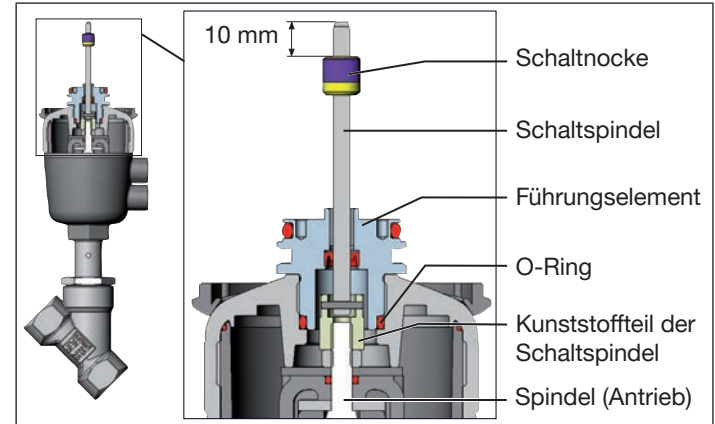

Bild 11: Montage der Schaltspindel (2), Reihe 20xx
- O-Ring nach unten in den Deckel des Antriebs drücken (siehe „Bild 11“).
- Schaltnocke so auf der Schaltspindel positionieren, dass der Abstand von Schaltnocke bis Spindelanfang 10 mm beträgt (siehe „Bild 11“).